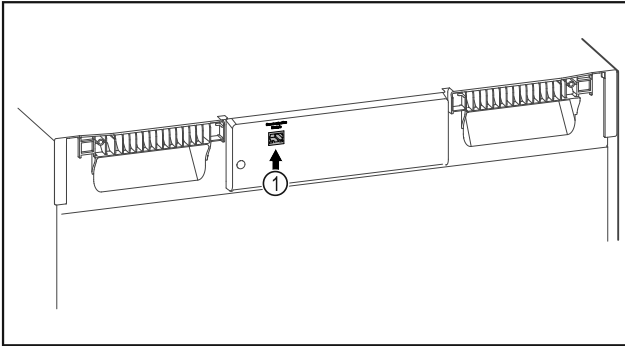

Fig. 94
- SmartModule Fig. 94 (1) er installert.